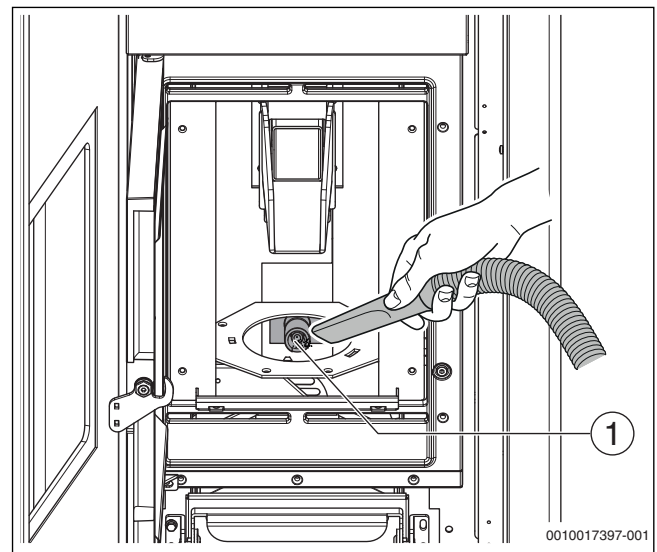

Bild 11 Zündpatrone im Brennerkopf
- ▶ Zündpatrone im Brennerkopf absaugen (→ Bild 11, [1]).